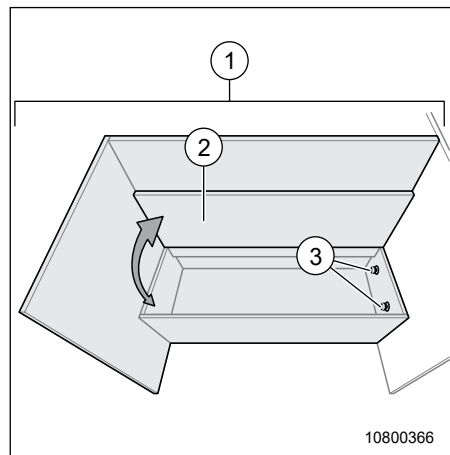

Fig. 26 Marche-pied fixe du Malibu 640
3. Ouvrir le clapet du marche-pied (Fig. 26, pos. 2).
4. Retirer les vis à poignée étoile (Fig. 26, pos. 3).
5. Sortir le marche-pied (Fig. 26, pos. 1) par le haut.